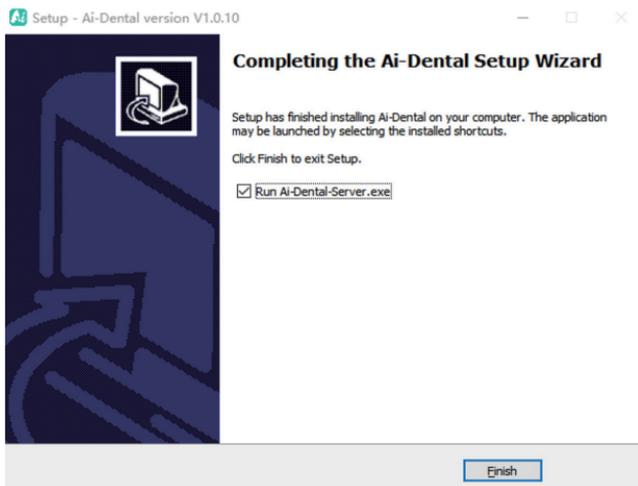

Figura 10
3.1.9 Una vez instalado el software, pulse el botón "Finalizar", como se muestra en la Figura 10: